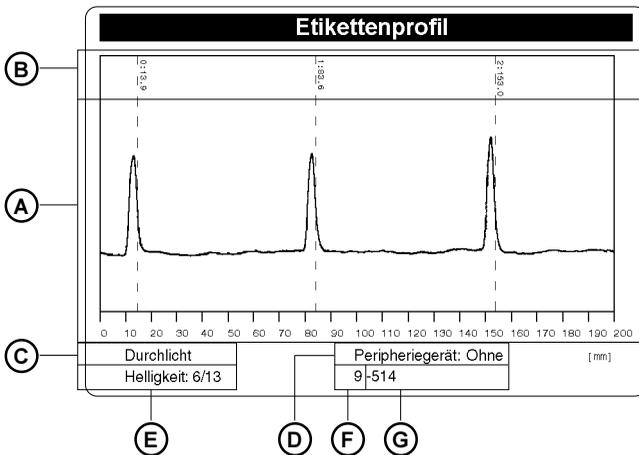

Bild 9s Etikettenprofil
5. In Abständen von etwa 5 Sekunden wird das im Bild 9s dargestellte Muster ausgedruckt. Die Pausen zwischen den einzelnen Ausdrucken dienen dazu, am Drucker Justagen vornehmen zu können.